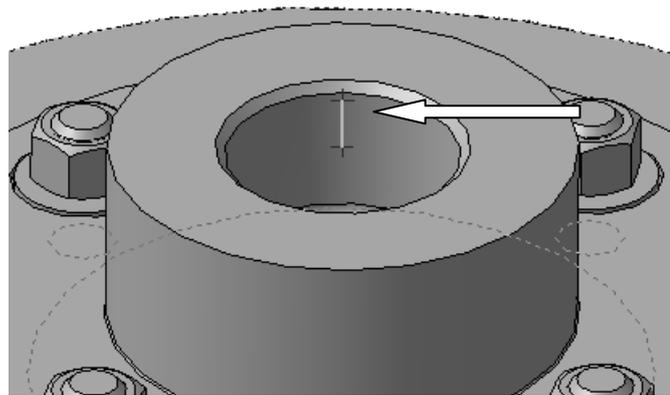

Рис.14.22. Ломаная № 1
2.2. Постройте траекторию прямолинейного движения гаек в процессе вывинчивания (соответствует шагу № 2, табл.14.2). Эта и последующие траектории должны совпадать или быть параллельны оси симметрии модели. Тип траектории — **Пространственная ломаная**, **Расстояние** — 10. Подробное описание построения ломаных см. п. 18 в создании сценария предыдущей анимации. Результат построения представлен на рис. 14.22.